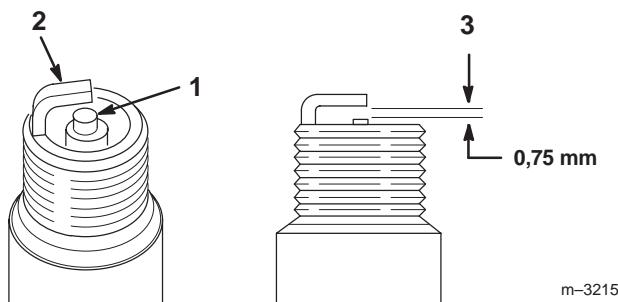

Bild 34
1. Sehen Sie sich die Mitte der Zündkerze(n) an (Bild 34). Wenn der Kerzenstein hellbraun oder grau ist, ist der Motor richtig eingestellt. Eine schwarze Schicht am Kerzenstein weist normalerweise auf einen schmutzigen Luftfilter hin.
2. Prüfen Sie den Abstand zwischen den mittleren und seitlichen Elektroden (Bild 34). Verbiegen Sie die seitliche Elektrode (Bild 34), wenn der Abstand nicht stimmt.